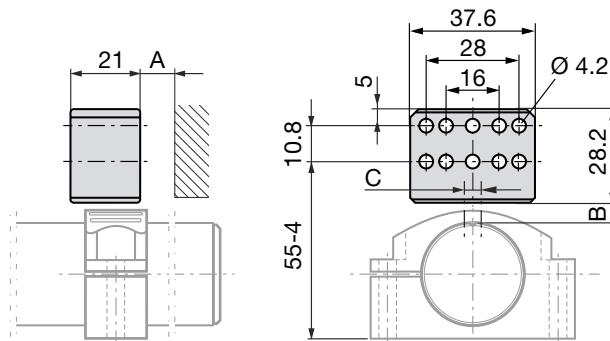
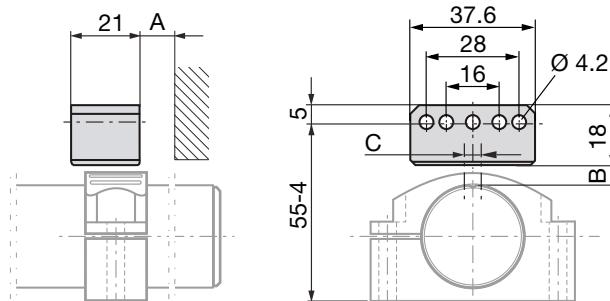

Fig. 4-1: Medidas y distancias con el sensor de posición BTL6-A-3800-2
Fig. 4-2: Medidas y distancias con el sensor de posición BTL6-A-3801-2
- La distancia A entre sensor de posición y piezas de material imantable debe ser de 10 mm como mínimo (véase la Fig. 4-1 y la Fig. 4-2).
- Para la distancia B entre sensor de posición y BTL y para el desplazamiento de centro C (véase la Fig. 4-1 y la Fig. 4-2), se deben cumplir los siguientes valores:
Tab. 4-1: Para la distancia y el desplazamiento para sensores de posición (véase la Fig. 4-1 y la Fig. 4-2)